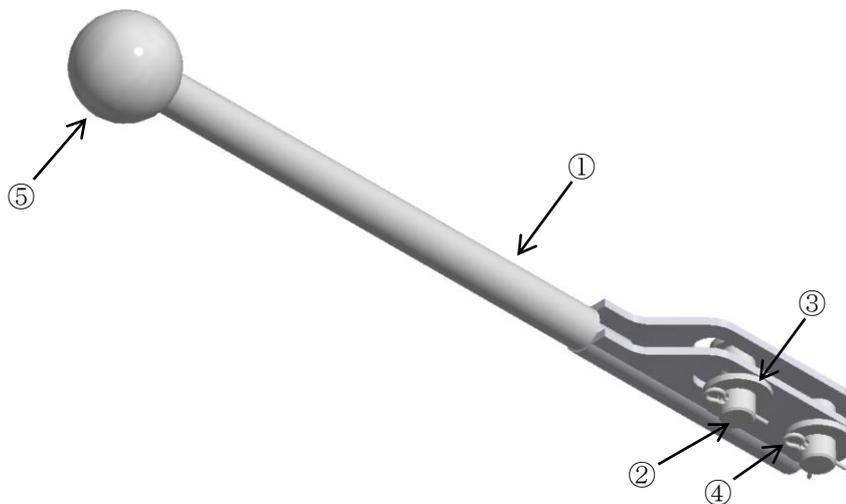

図 4-3 ハンドル部品一式 (品番 233-300-08000X-3)
- ご注文の連数により、ハンドルの形状が図 4-3 と異なります。
- 手順2 本製品の本体およびハンドル部品一式が梱包されていることを確認します。開封時にはハンドル部品一式は図 4-3 のように組み立てられています。梱包内容と表 4-1 の内容、および個数が合っていることを確認します。